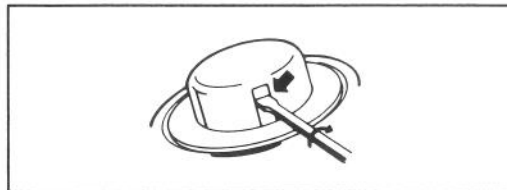

Figure 14
1. Pour enlever la bobine vide, introduisez la lame la plus large possible d'un tournevis dans l'une des deux fentes sur le moyeu de la bobine et tournez le tournevis de 1/4 de tour. La bobine se déclenchera (Fig. 14).